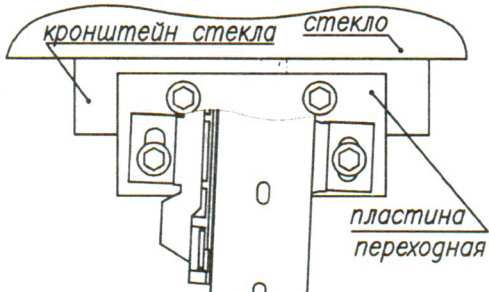

рис. 2.
**Используются только для дверей с уменьшенным межцентровым расстоянием между гайками приварными кронштейна стекла (рис. 2).